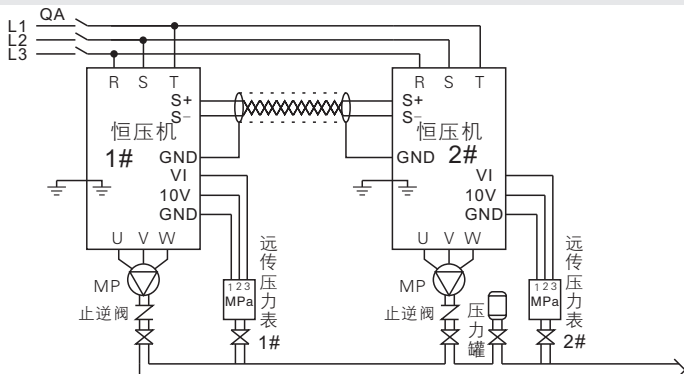
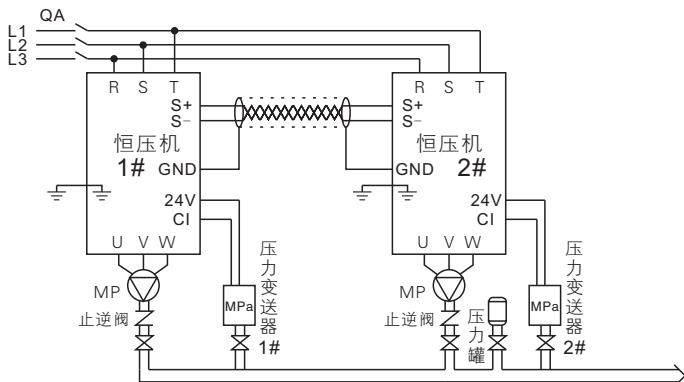

图3-2-1A 双泵互主互备-电压型压力传感器 (远传压力表,F0-03=0)
图3-2-1B 双泵互主互备-电流型压力传感器 (压力变送器,F0-03=1)
- ①先接主回路输入端(三相:R、S、T,单相:R、T)输出端(U、V、W到异步电机)
- ②再将压力传感器的信号线连接到智能恒压机,连接电压型远传压力表参照图3-2-1A,连接电流型压力变送器参照图3-2-1B。
- ③通信线连接,用双绞屏蔽线将两台智能恒压机端子S+、S-同名端子对应连接。
- ①供电后,将F0-00设置0为手动模式,按运行键查看水泵叶轮旋转方向是否正确,若方向反转,断电后将电机线任意两相对调即可。
- ②首次启动,可使用手动模式给水泵、管道排气。
- ①设置压力传感器最大量程F0-04(参见上表F0-04说明)。
- ②在手动模式下启动查看恒压机上的反馈压力是否与实际压力一致,长按▲键或▼键增加或减少水泵转速观察反馈压力是否同时改变一致,若一致,说明压力传感器接线正确。(观察1#泵)
- ①首次启动或遗忘参数时,恢复厂家参数(F0-24设置“1”确定)
- ②按照3.2.2参数设置表,逐项进行设置。F0-01~F0-04参数仅需在主机泵设置(双主机需要在1号、2号机分别设置参数)